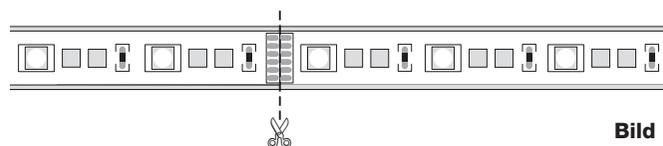

Bild 1
2. LED-Platine, falls erforderlich, kürzen (Bild 1).
LED-Platinen können jeweils nach **18 LEDs** (25 cm) getrennt werden (Bild 1).